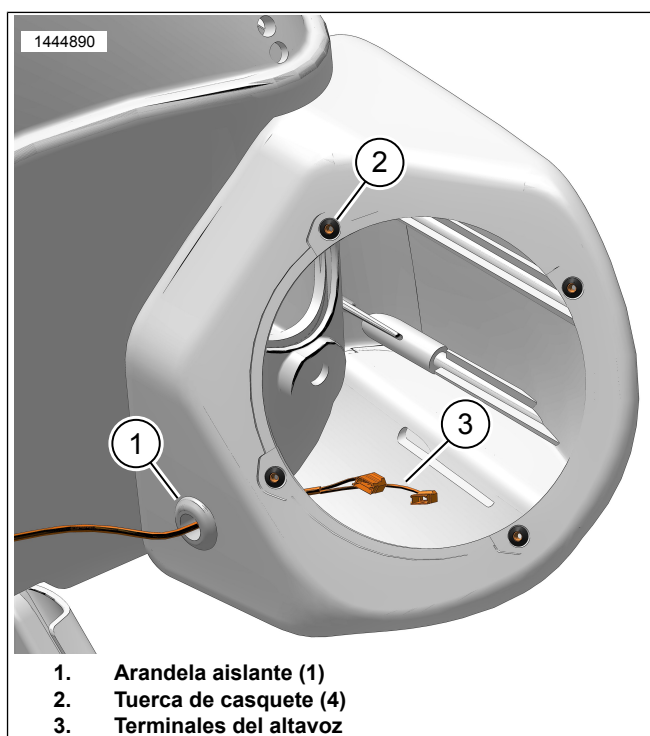
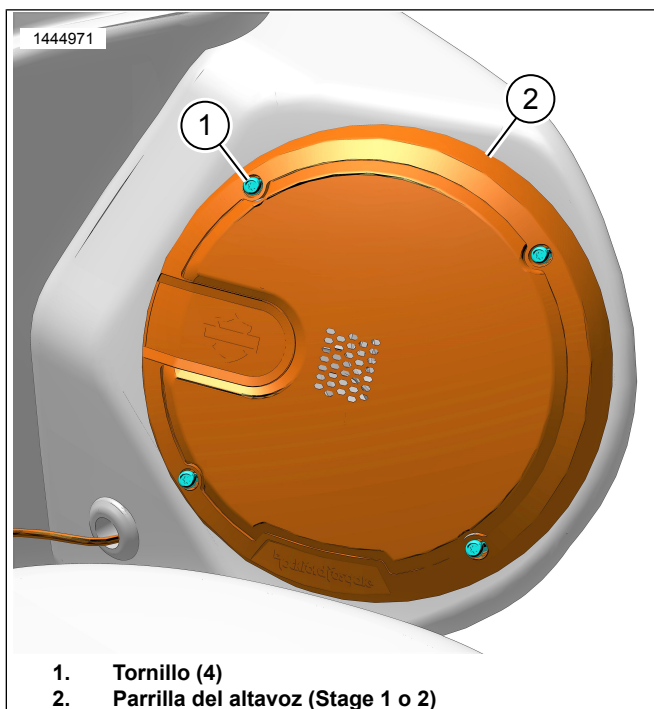

Figura 1. Arnés de cables de la cápsula del altavoz (se muestra el lado izquierdo)
Figura 2. Parrilla de la cápsula de altavoz (se muestra el lado izquierdo)
1. Consulte la Figura 1. Instale las tuercas prisioneras (2).
2. Conecte los terminales (3) del arnés correspondiente al altavoz del kit al arnés de cables de la cápsula de altavoz de equipo original.
3. Tienda los terminales del altavoz (3) por la arandela aislante (1) y conéctelos a la cápsula de altavoz.
- b. Instale el arnés con una arandela aislante (1) en la cápsula de altavoz.
9. Consulte la Figura 2. Instale y ajuste los tornillos (1).